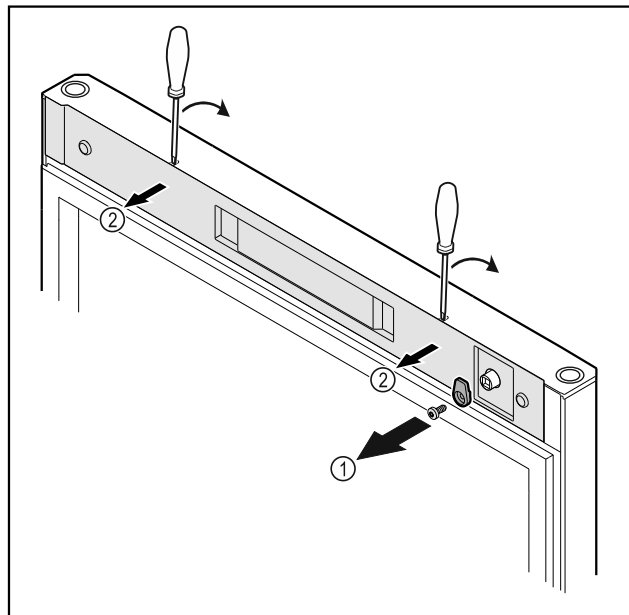

Fig. 20
- Sluithaak Fig. 20 (1) losschroeven.
- Afdekking Fig. 20 (1) met een kleine schroevendraaier losmaken en verwijderen.